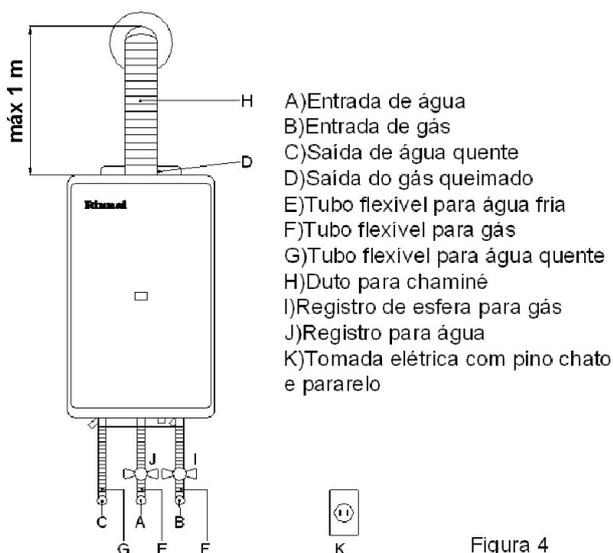

Figura 4
- A altura entre o aparelho e a saída da chaminé deve estar dentro da norma especificada pelo fabricante (Figura-4).